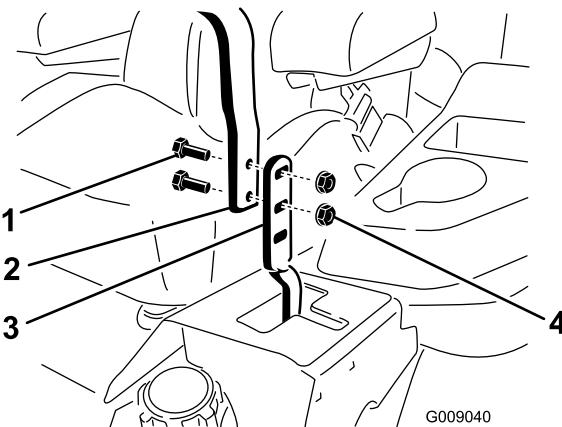

Bild 87
3. Lösen Sie die Schrauben und die Bundmuttern, die in den Hebeln installiert sind (Bild 87).